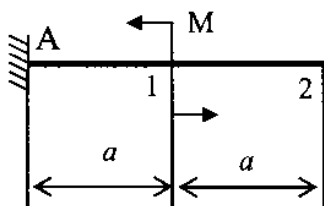

Рис.10
5. При переносе пары сил из сечения 1 в сечение 2 (рис.10) вращающее действие пары относительно точки  $A$